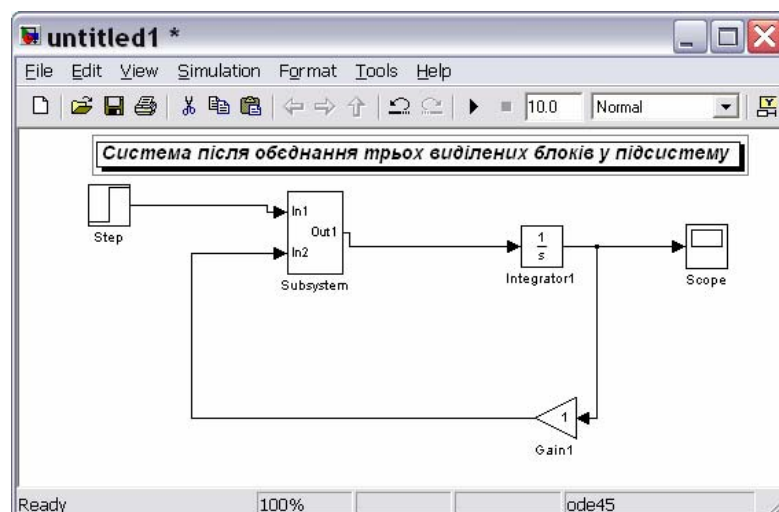

Рис. 3.73. Система після об'єднання виділених блоків у підсистему
- обрати команду *Create Subsystem* із меню *Edit* вікна моделі; при цьому SimuLINK замінить виділені блоки одним блоком **Subsystem** (див. рис. 3.73)